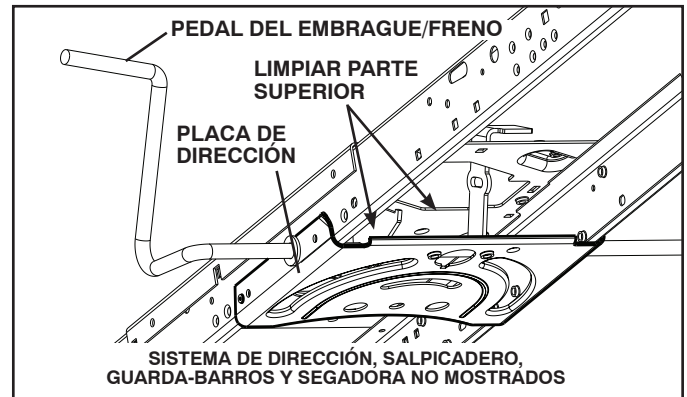

Fig. 20
- Limpie los desechos de la placa guía. Los desechos pueden limitar el movimiento del eje del pedal del freno/embrague, lo que hará que patine la correa y que se pierda la tracción. Vea Fig. 20.